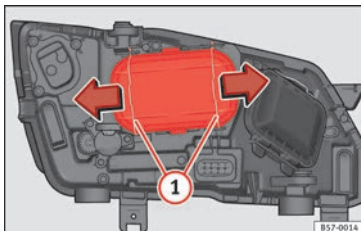

Fig. 105 Nel vano motore: estrarre il coperchio.
2. Far scorrere i tiranti » **fig. 105** ① nel senso della freccia e sfilare la chiusura.